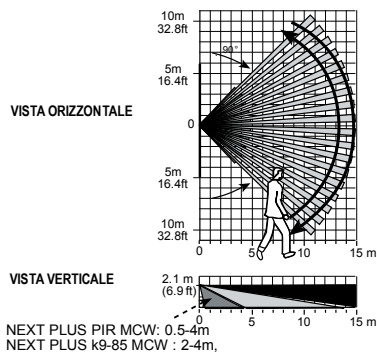

Fig. 2 – Area di copertura
6. Test di attraversamento della area protetta - vedere fig. 2 e la nota sotto. Attraversare le estremità dell'area protetta in entrambe le direzioni. Il LED si accenderà per 2-3 secondi ogni volta che sarà rilevato il movimento.